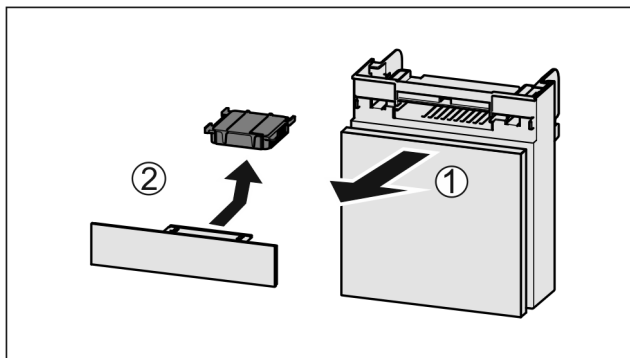

Fig. 200
- Estrarre il vano tirando in avanti Fig. 200 (1).
- Rimuovere il filtro a carboni attivi Fig. 200 (2).